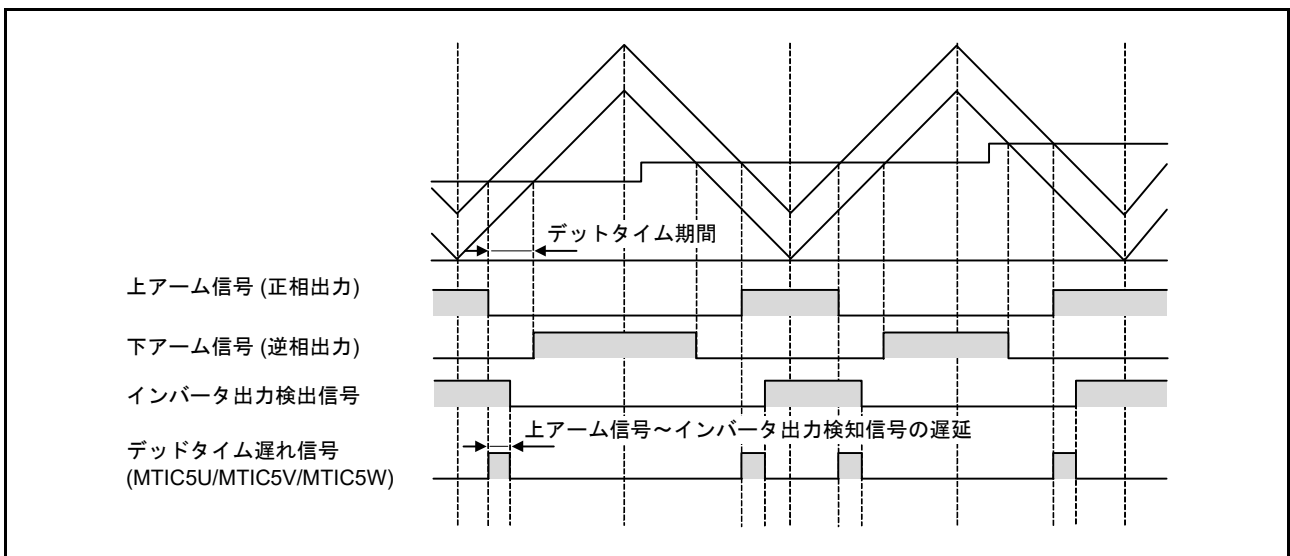
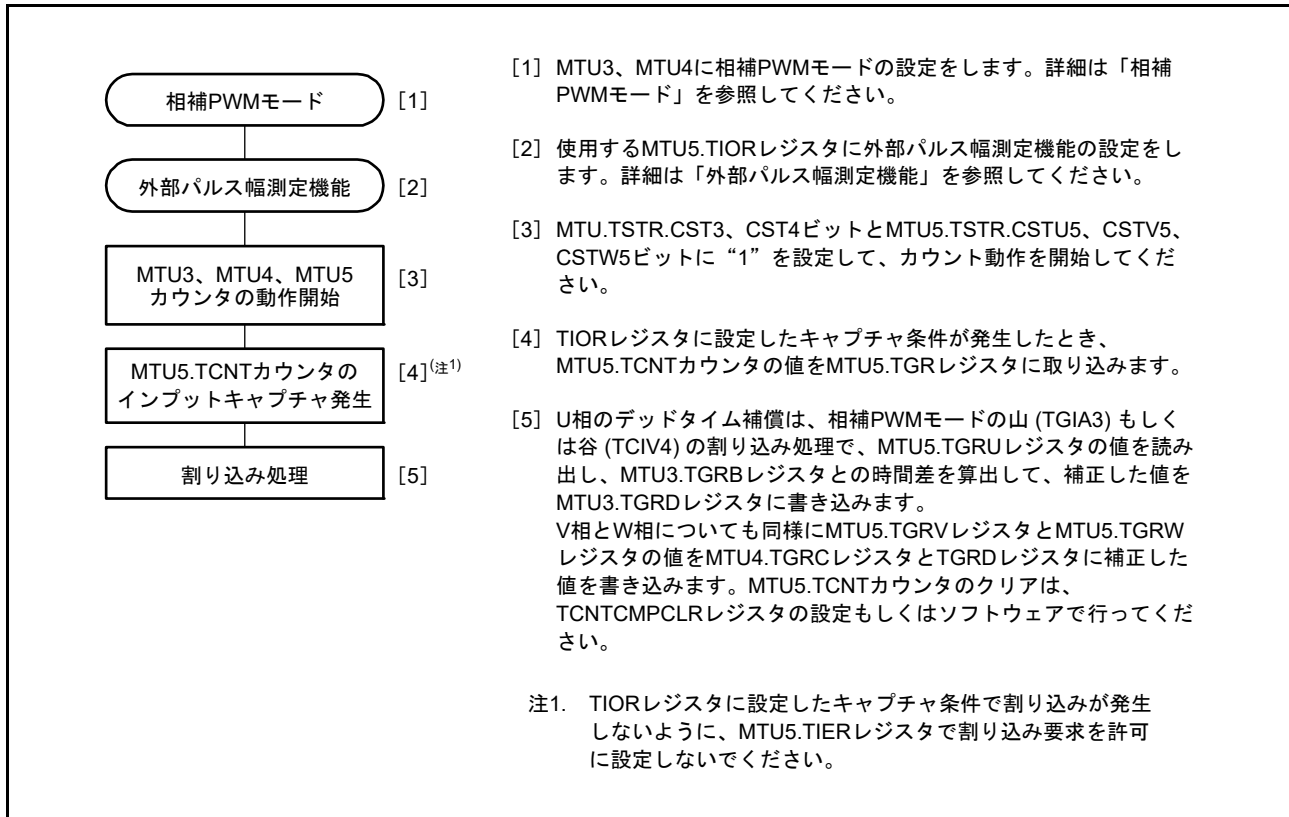

図 20.80 相補 PWM モード動作時のデッドタイム遅れ
図 20.81 デッドタイム補償機能の設定手順例
MTU5 の外部パルス測定機能でデッドタイム遅れを測定して、PWM 出力のコンペアレジスタに設定するデューティを補正することで、MTU3、MTU4 を使用した相補 PWM 動作時の PWM 出力波形に対するデッドタイムを補償することができます（図 20.80）。MTU3～MTU5 を使用したデッドタイム補償の設定手順を図 20.81 に示します。このときの MTU5 の動作については、(2) 相補 PWM の山と谷での TCNTU、TCNTV、TCNTW カウンタキャプチャ動作を参照してください。
MTU5の3本のカウンタを使用したデッドタイム補償機能の設定手順例を図 20.81 に示します。